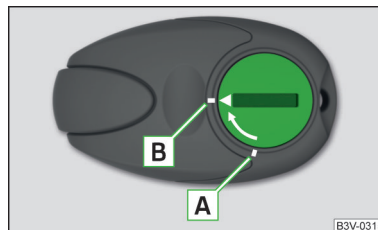

Fig. 183
- Introduceți un obiect plan, neascuțit (de exemplu o monedă) în fanta din capacul bateriei » fig. 183.